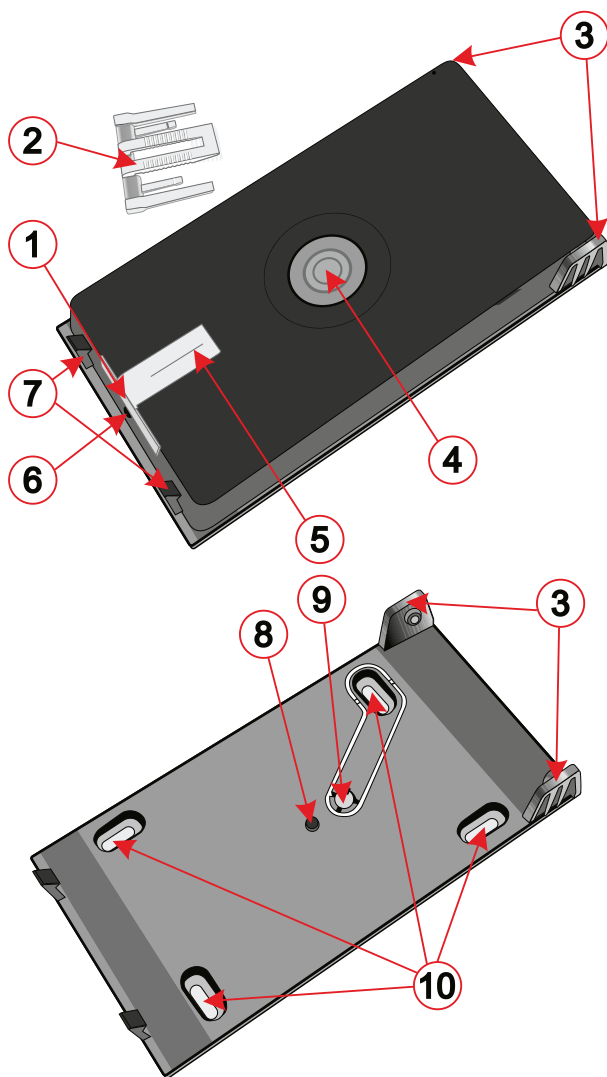
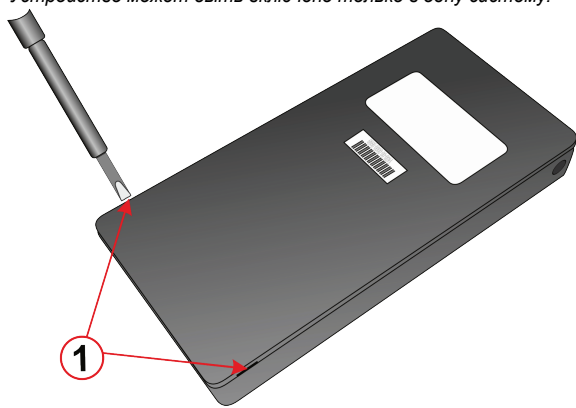

Рис. 1: тревожная кнопка и монтажная платформа - описание отдельных частей
Рис. 3: способ открытия тревожной кнопки и снятия световода, чтобы заменить его держателем для банкнот
При использовании этой функции необходимо заменить стандартный световод, как показано на Рис. 3, на световод, оснащенный зажимом (2) на Рис. 1, который входит в комплект поставки. Функция обнаружения извлечения банкнот может использоваться для защиты контрактов или любых других ценных документов, в сейфе или сейфовой ячейке.
Мы рекомендуем устанавливать кнопку тревожной сигнализации на монтажную платформу (Рис. 1). Монтажная платформа позволяет устанавливать устройство на различные типы поверхностей и позволяет обнаружить несанкционированное вмешательство, если устройство будет снято с монтажной платформы.
1. Снимите тревожную кнопку с монтажной платформы, приложив небольшое усилие к боковым сторонам петель (3), см. рис.1, чтобы отделить их друг от друга. Это действие лучше всего выполнять с помощью плоского инструмента.
2. Закрепите монтажную платформу в нужном месте с помощью четырех винтов. (10).
3. Снимите заднюю панель устройства, это действие можно выполнить, поддев ее плоской отверткой, как показано на Рис.3.
Панель управления автоматически обнаруживает и сообщает о низком заряде батареи. Перед заменой батареи необходимо перевести систему в сервисный режим (кнопка оснащена датчиком вскрытия). Устройство можно открыть, как показано на Рис. 3.